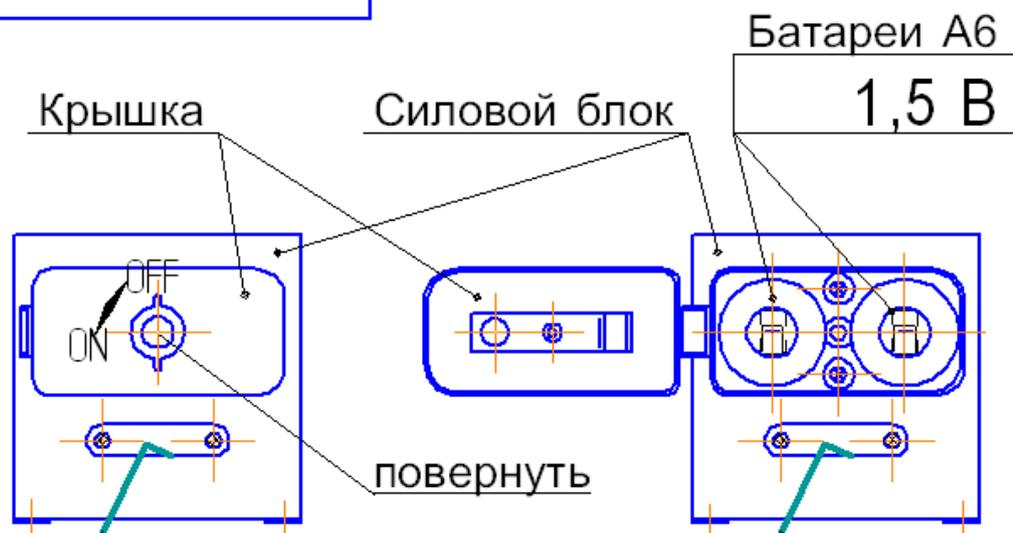

Рис.9 Установка элементов резервного питания силового блока САБК-Э 34.00.000.
7.4.2 Установите элементы резервного питания в силовой блок с обеспечением полярности согласно схемы на рис. 9, открыв крышку в нижней части силового блока рис. 9. Подсоедините штекер сетевого блока питания\* поз.1 к правому разъёму силового блока (рис.10). Вставьте сетевой блок питания в сеть ~ 220В, 50Гц.
7А.1 При отключении сети ~ 220В система автоматики переходит на резервное питание. Резервное питание осуществляется от 2-х элементов А6 по 1,5В (в комплект поставки не входят и приобретаются потребителем отдельно), которые располагаются в батарейном отсеке блока силового рис.9. При переходе работы автоматики на резервное питание управление циркуляционным насосом отключается.